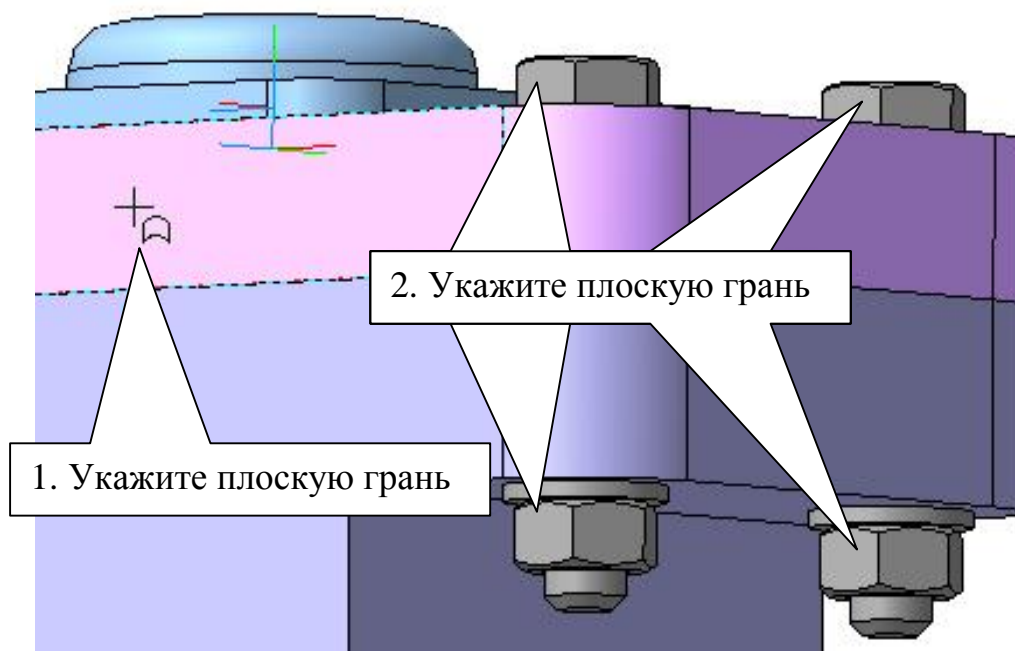

Рис. 93
- Установите ориентацию шестигранных призм таким образом, чтобы грань призмы была бы параллельна фронтальной плоскости. На панели **Сопряжения** выберите сопряжение **Параллельность**. Укажите курсором плоскую грань, рис. 93, нажмите на панели специального управления кнопку **Запомнить состояние** и укажите курсором последовательно грани болтов и гаек.